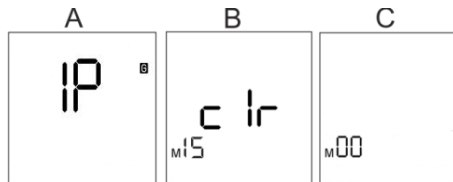

Fig. 10: Borrado de valores registrados
⇒ En la pantalla se mostrará [IP] (Fig. 10/A).
- 2) Espere hasta que en la pantalla se muestre [c Ir] de forma intermitente (Fig. 10/B).
⇒ La señal acústica sonará tres veces y en la pantalla se mostrará [MOO] (Fig. 10/C).